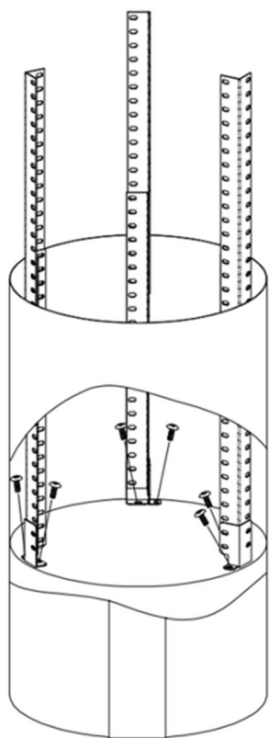
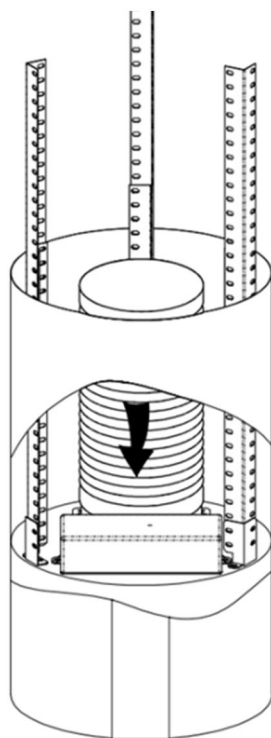

Рис.4
Рис.5
5. С помощью 6-ти винтов M4x10 мм прикрепите угловой брус к внешнему кожуху вытяжки - рис. 4. Установите вытяжную трубу (в случае эксплуатации прибора в вытяжном режиме) - рис. 5.